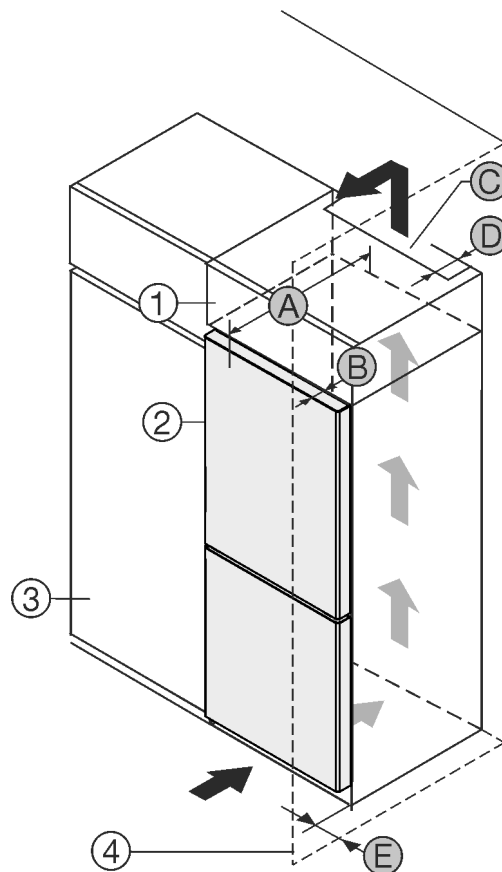

Fig. 1
- (1) Nadgradna omara\*
- (2) Naprava\*
- (3) Kuhinjska omara\*
- (4) Stena\*
- (A) Globina naprave\*
- (B) Globina vrat\*
- (C) Presek prezračevanja\*
- (D) Odmik hrbtne strani naprave\*
- (E) Odmik do strani naprave\*
Aparat lahko postavite neposredno ob kuhinjsko omaro Fig. 1 (3)\*.
Na zadnji strani nadgradne omare mora biti zaradi prezračevanja in odzračevanja po vsej širini nadgradne omare prezračevalni jašek globine Fig. 1 (C)\*.
Pod stropom je treba upoštevati presek prezračevanja Fig. 1 (C)\*.
Če aparat postavite s tečaji ob steni Fig. 1 (4), mora razdalja med aparatom in steno znašati vsaj 13 mm.\*
Če aparat postavite s tečaji ob steni Fig. 1 (4), mora razdalja med aparatom in steno znašati vsaj 20 mm.\*
Da lahko vrata povsem odprete, mora aparat štrleti ven vsaj za globino vrat *Fig. 1 (B)* glede na sprednji del kuhinjske omarice. Odvisno od globine kuhinjskih omaric *Fig. 1 (3)* in uporabe stenskih distančnikov lahko aparat štrli bolj ven.\*